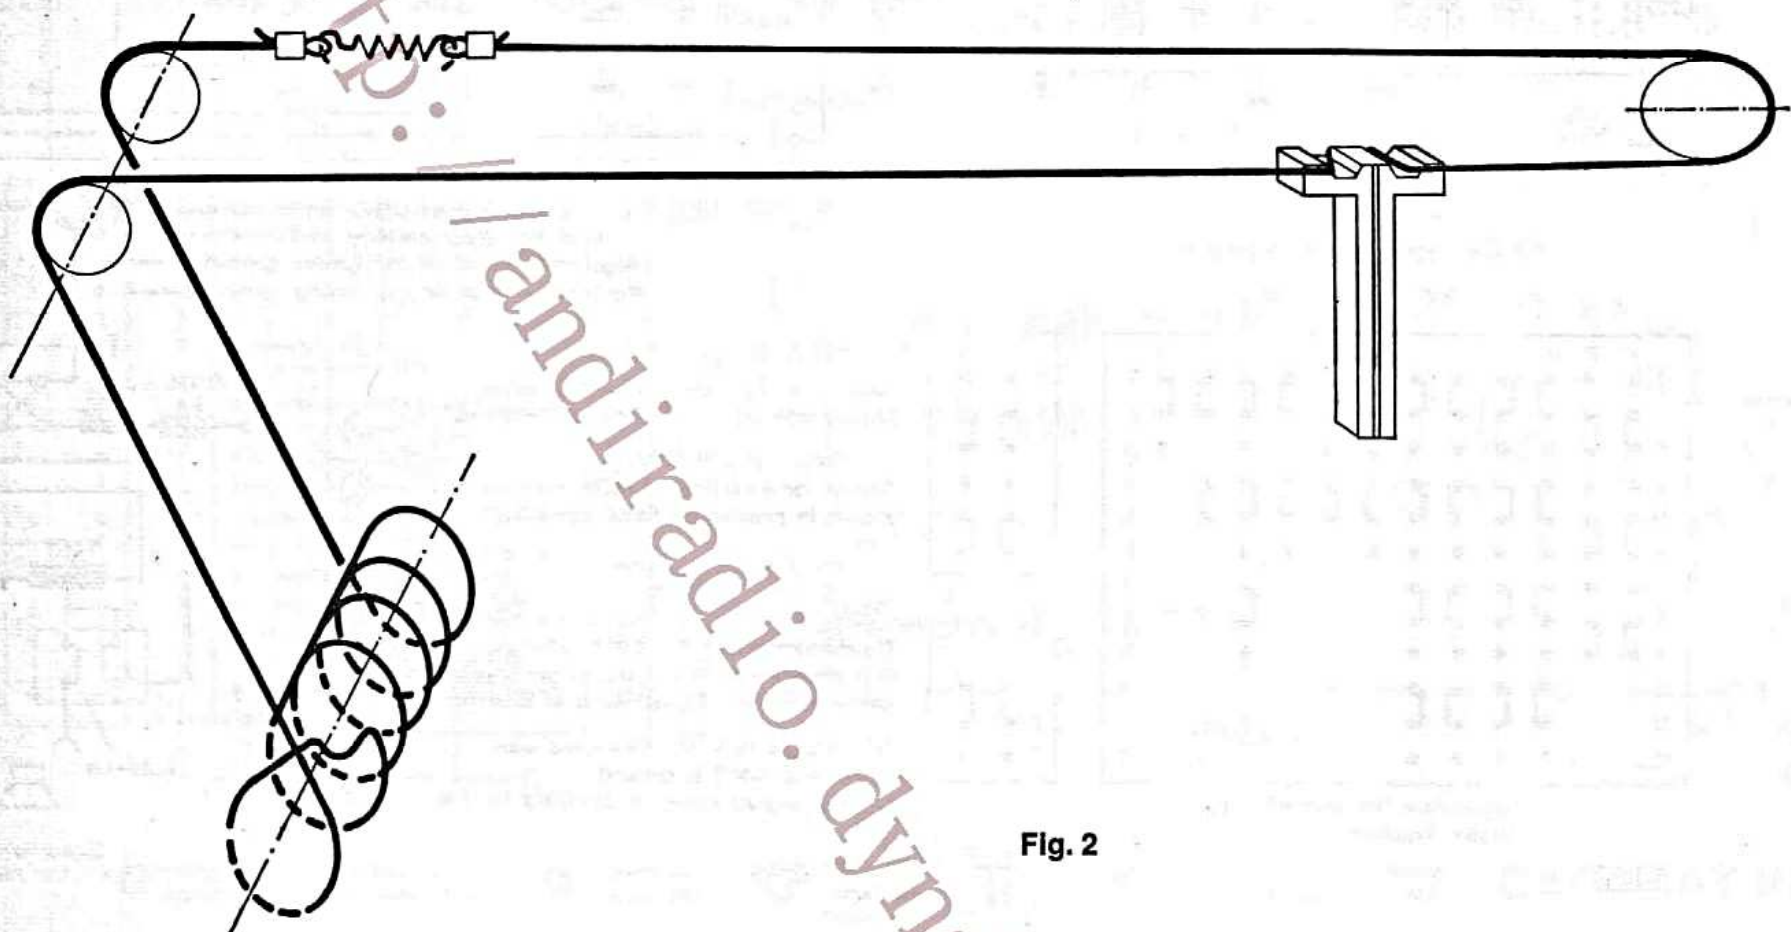

Fig. 2
- 5.2 Skalenseil (Länge ca. 0,8 m) nach Fig. 2 auflegen.
- 5.2 Place drive cable as shown in fig. 2 (length approx. 32").
5) Ein AM-Signal, 400 Hz, 30 % moduliert, soll eine Ratiospannung von 1,4 V erzeugen. Dann mit R 934 ein Spannungsminimum am Outputmeter einstellen, Fig. 2.
5) An AM signal, 400 cs, 30 % modulated, must produce a ratio voltage of 1.4 V. Adjust a voltage minimum at the outputmeter by means of R 934, see. fig. 2.